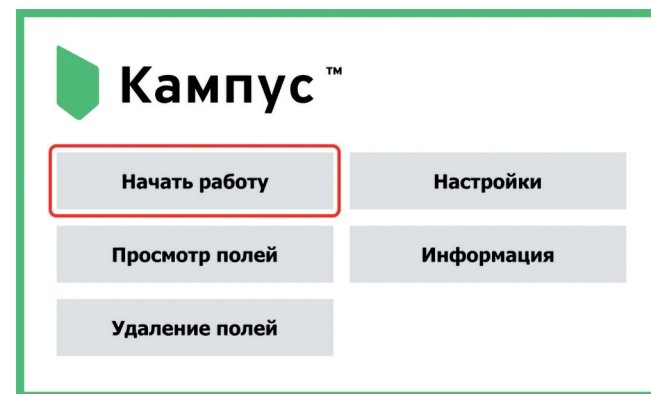

Рисунок 62. Кнопка «Начать работу»
1.1. На главном экране навигатора нажмите на кнопку «Начать работу» (см. Рисунок 62).